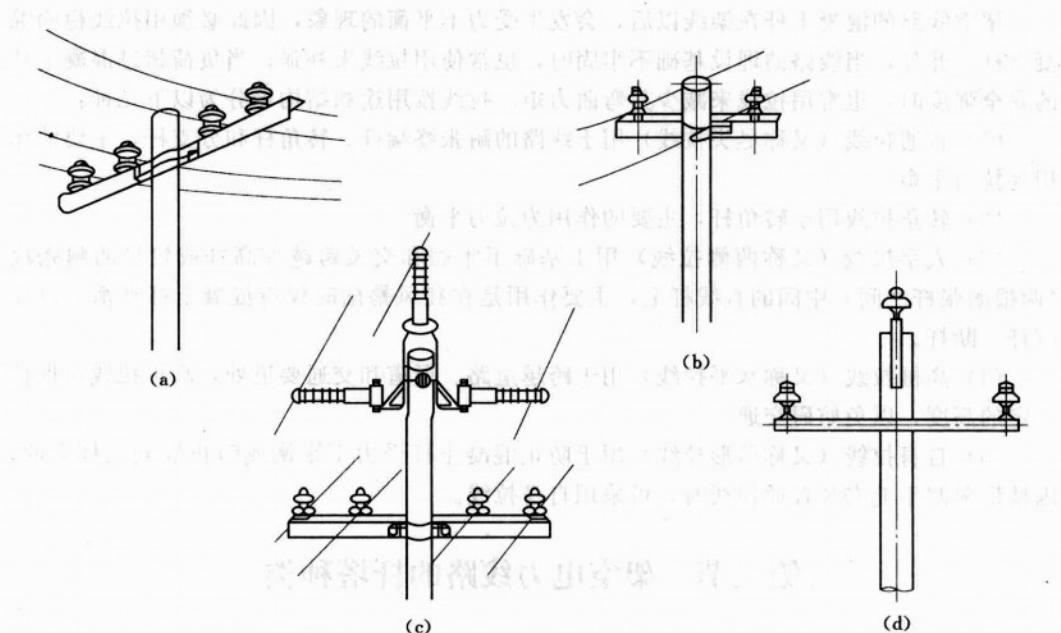
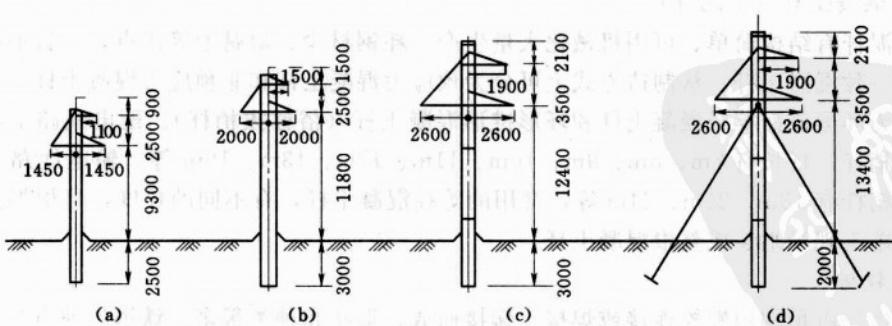
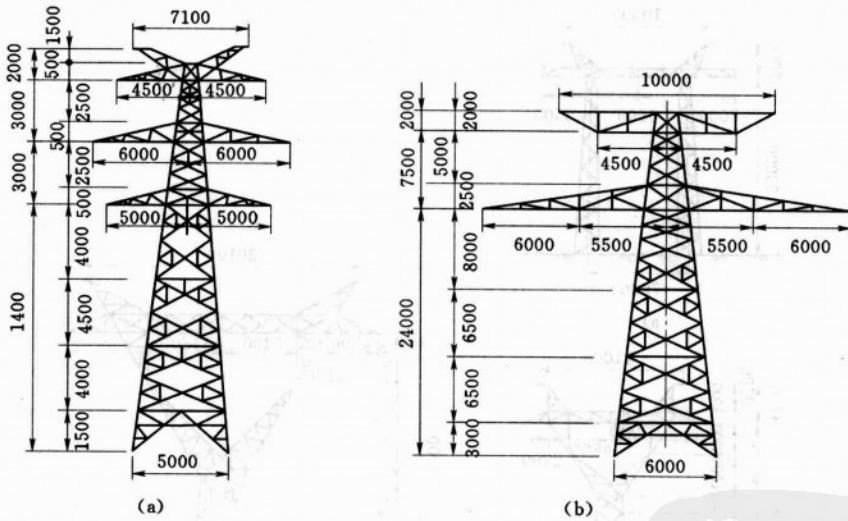

图 1-3 配电线路直线杆
图 1-4 35~110kV 钢筋混凝土直线单杆 (单位: mm)
图 1-12 输电线路直线杆塔 (单位: mm)
(1) 直线杆。直线杆又称中间杆，用于线路的直线段，分布在两个耐张杆之间，是线路上数量最多的一种杆型，约占 80%。直线杆只承受垂直荷重（导线、绝缘子、金具和覆冰重量）和水平（侧向）风压，不能承受线路方向的拉力。配电线路直线塔一般选用单柱式，如图 1-3 所示。输电线路直线杆有单柱式、门型杆、A 字型双杆、铁塔，如图 1-4～图 1-12 所示。